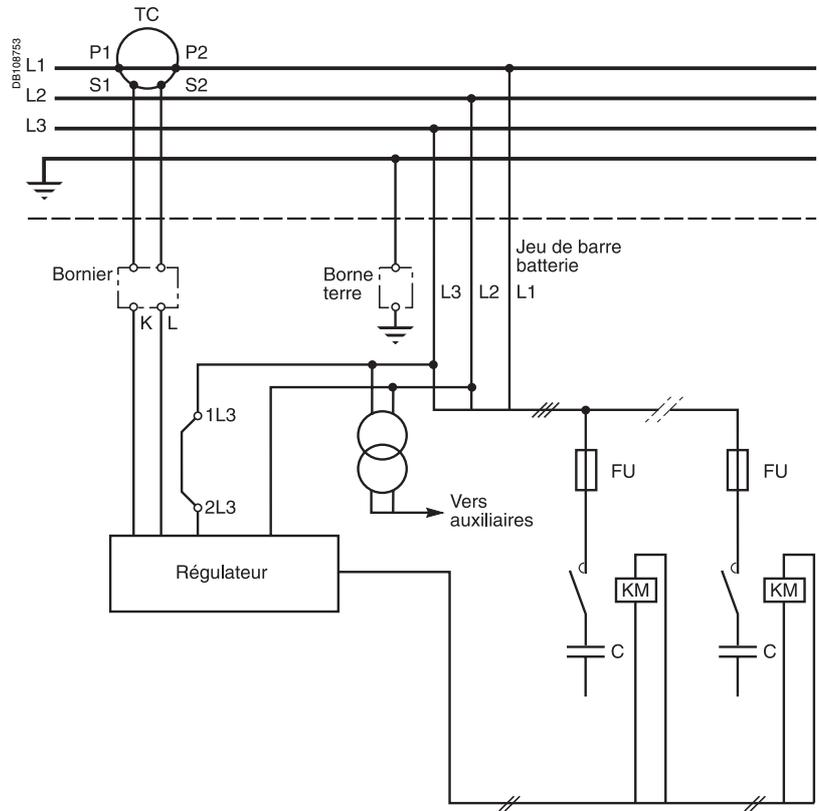

Fig. 10 : schéma électrique de principe, armoires type standard.
Le raccordement électrique se fait selon les schémas électriques, (page 6, fig. 10 et 11)
- raccorder les informations en provenance du TC, S1 sur la borne K et S2 sur la borne L du bornier (fig. 10, 11 et 12).
- ouvrir ce circuit pour insérer un contact normalement fermé provenant de l'installation (voir page 6 fig. 10 et 11).